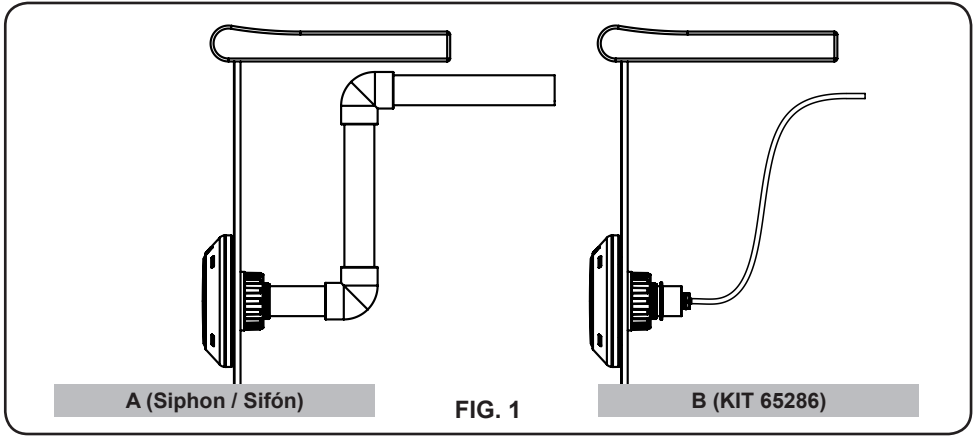

FIG. 1
- **O projetor LED Rapid foi fabricado para ser instalado em boquilhas ou tubos; podemos fazersifãoou instalar o kit buçim (ver Fig. 1).**
- O projetor deverá ser colocado na parede da piscina, a 400-700 mm da superfície da água (Fig. 1). O método de fixação do projetor na parede da piscina varia conforme a configuração da boquilha ou do tubo.